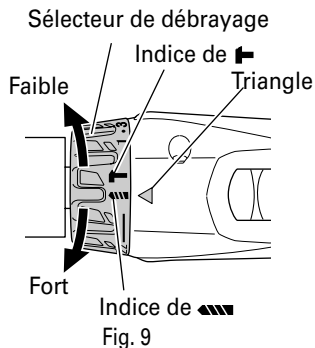

Fig. 9
6. Vérification de la position du sélecteur de débrayage (Voir Fig. 9).
(2) Indication du couple de serrage (Voir la Fig. 9)
(3) Réglage du couple de serrage (Voir Fig. 9)
9. Commutation rotation/percussion (Voir Fig. 9)